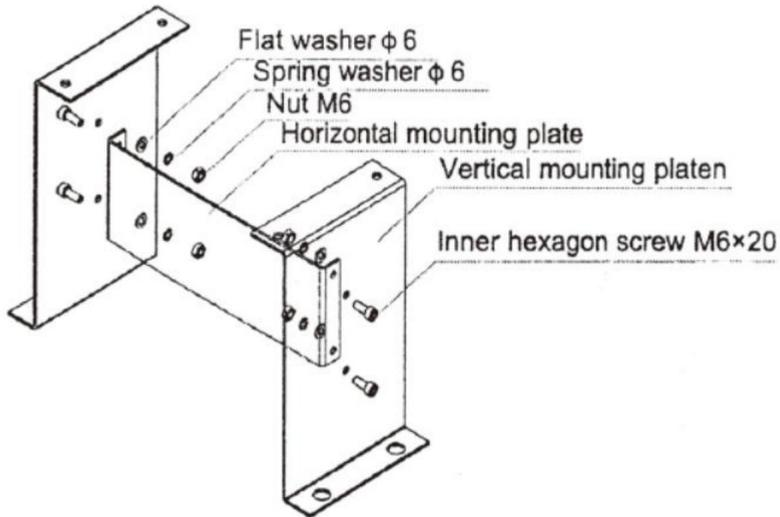

Figura 5
a) Desmonte la carcasa de plástico del motor principal antes de la instalación y guarde los sujetadores correspondientes de forma adecuada; b) Si selecciona la base de montaje desmontable, la base debe ensamblarse primero como se muestra en la Figura 5: